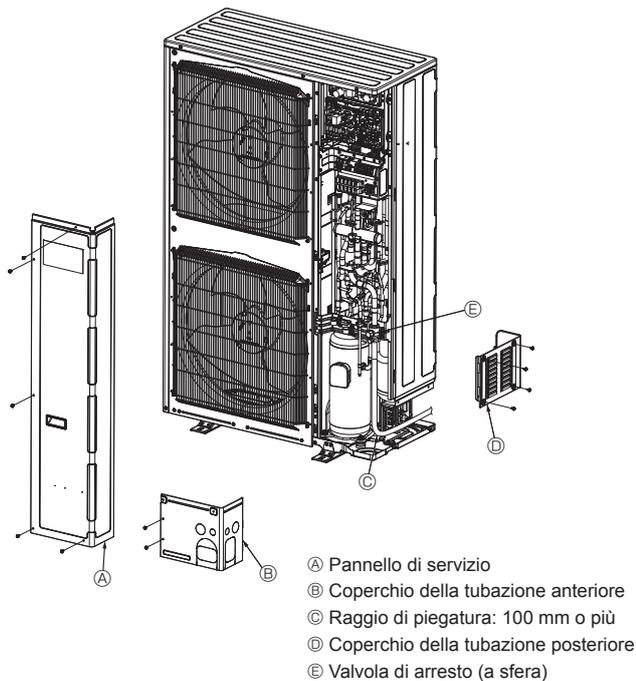

Fig. 4-10
4.4. Tubazione del refrigerante (Fig. 4-10)